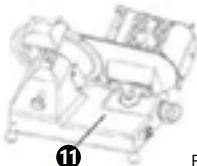

Fig. 9
- Pulire lo scompartimento (11) e l'alloggiamento del dispositivo con un panno morbido inumidito con un detergente neutro e asciugarlo accuratamente (Fig. 9).